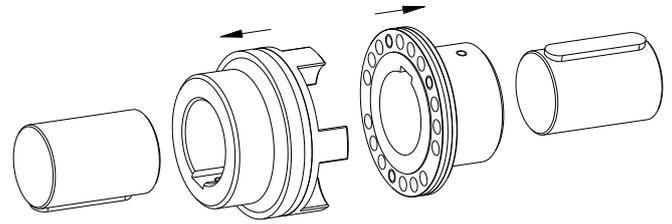

Bild 17: Montage der Nabe bzw. Kupplungsflansch
- Montieren Sie den Kupplungsflansch auf die Welle der Antriebsseite und die Nabe auf die Welle der Abtriebsseite (siehe Bild 17).